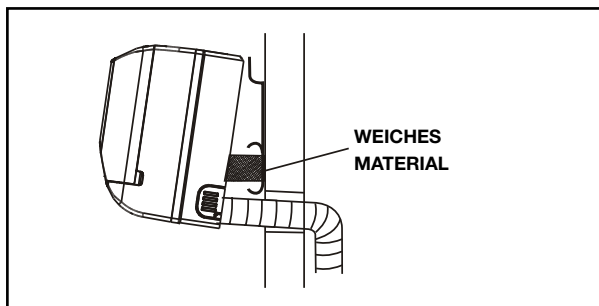

Abb. 7
3. Legen Sie weiches Material zwischen die Einheit und die Wand, damit das Gerät teilweise angehoben bleibt und die Leitung leichter verlegt werden kann (Abb. 7). Vergessen Sie nicht, das Material zum Schluss wieder zu entfernen.